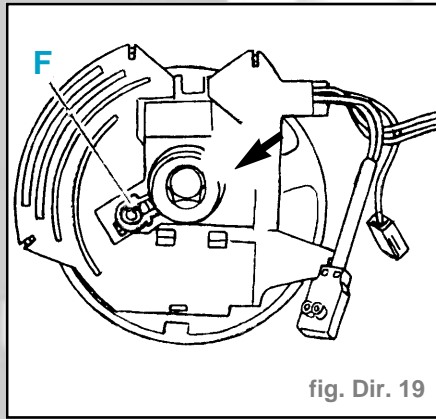

fig. Dir. 19
**Attention :** Lorsque l'on desserre l'écrou, le ressort (F) qui maintient le cercloncontacteur en position médiane se détend (fig. Dir. 19).